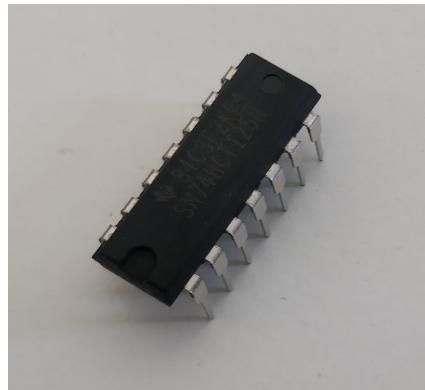

Abb. 15: Vierfach-Buffergate
Integrierte Schaltungen (ICs) sind Bauteile, die komplexe Schaltungen auf Halbleiterbasis realisieren. Dazu zählen beispielsweise Mikrocontroller und das Vierfach-Buffergate (Abb. 15), das im *Armuro* verwendet wird.
7. Das Vierfach-Buffergate 74HCT125 (Abb. 15) an der Stelle U1 einlöten. Dabei die **Polarität** beachten. Der Halbkreis am Gehäuse zeigt in die gleiche Richtung wie der Halbkreis auf der Platine.